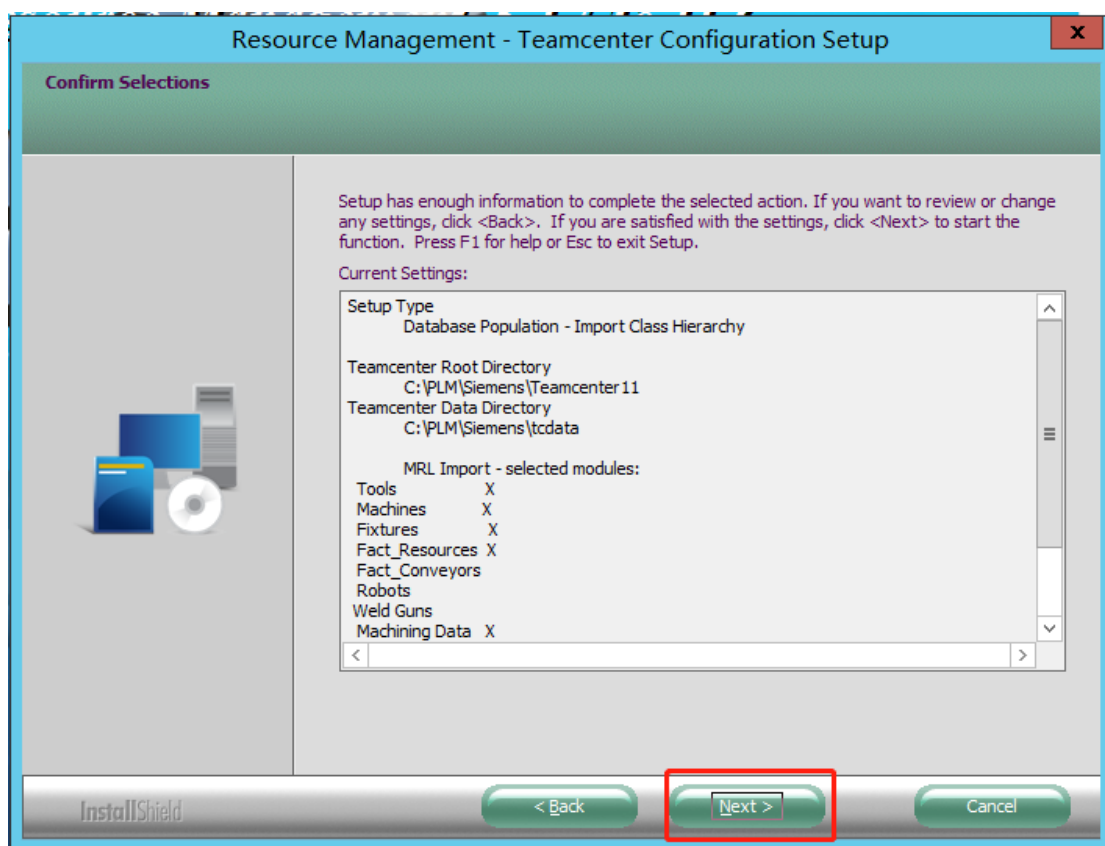

图 10
10. 点击 Next，进入安装 MRL 分类库（如图 10）：